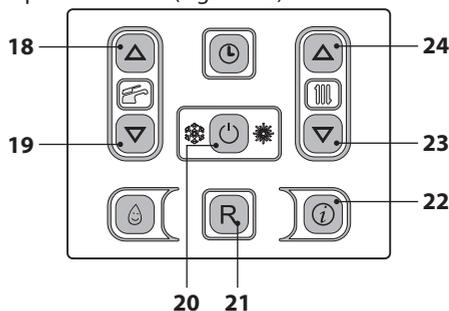
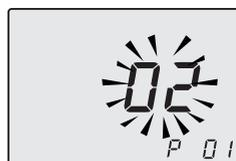
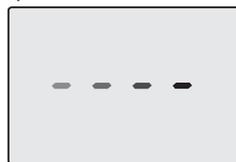

Figura 7.2
Figura 7.3
Figura 7.9
- Entrare in "modalità programmazione" premendo contemporaneamente per 10 secondi i tasti 20 - 23 - 24 (Figura 7.2) fino a far apparire sul display LCD le lettere **P01** e il valore del parametro, indicanti l'entrata nel "parametro 01" (Figura 7.3).
- Premere contemporaneamente i tasti 23 e 24 (Figura 7.2) per entrare nella funzione "spazzacamino attivo alla potenza minima in sanitario". Sul display appare **LP** alternato
- Premere il tasto 24 (Figura 7.2) per entrare in modalità "spazzacamino alla potenza minima in riscaldamento". Sul display appare **hP** alternato alla temperatura dello scambiatore primario (Figura 7.5).
- Utilizzare i tasti 23 o 24 (Figura 7.2) fino a portarsi allo stato **dP** (spazzacamino attivo in massimo sanitario) sul display appare **dP** alternato alla temperatura dello scambiatore primario caldaia (Figura 7.7).
- Premere il tasto 23 (Figura 7.2) fino a portarsi allo stato **LP** (spazzacamino attivo in minimo sanitario) sul display appare **LP** alternato alla temperatura dello scambiatore primario caldaia. (Figura 7.8).
secondi il tasto 20 (Figura 7.2) fino a far apparire sul display LCD il simbolo **---** (Figura 7.9).